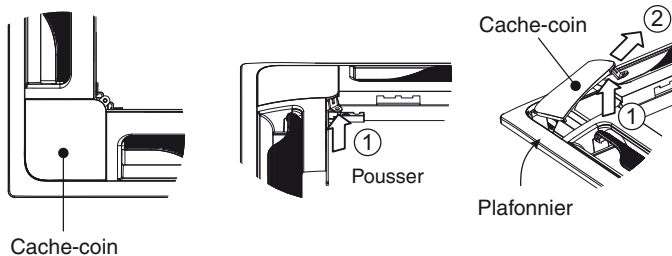

Fig. 7-6
- (2) Démontage du cache-coin.
- a) Faites glisser les verrous dans la direction de la flèche ① pour déconnecter les charnières (3 emplacements). Enlevez ensuite la grille d'admission d'air dans la direction de la flèche ②. (Fig. 7-6)